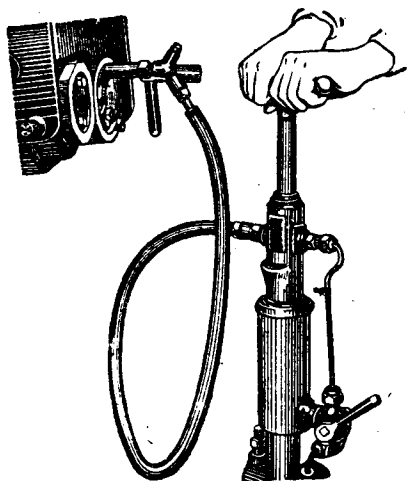

Рис. 3. Добавление жидкости в накатник
- свинтить с другого отростка тройника крышку и присоединить к нему шланг от насоса двойного действия (рис. 3);